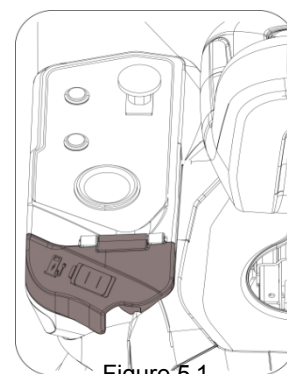

Figure 5.1
2. Remettez le capuchon sur la prise de recharge (fig. 5.1) ;